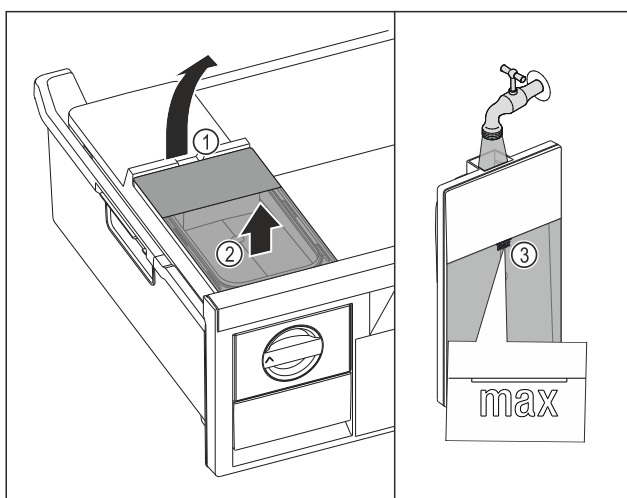

Fig. 129
- Zvedněte nádržku na vodu za vybrání Fig. 129 (1).
- Vyměňte nádržku na vodu nahoru. Fig. 129 (2)
- Naplňte nádržku na vodu pitnou vodou až po značku Fig. 129 (3).